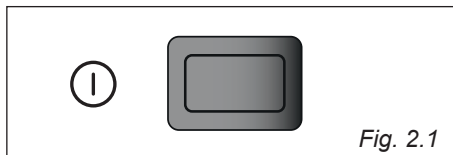

Fig. 2.1
- Accendere il cassetto premendo il pulsante (fig. 2.1).